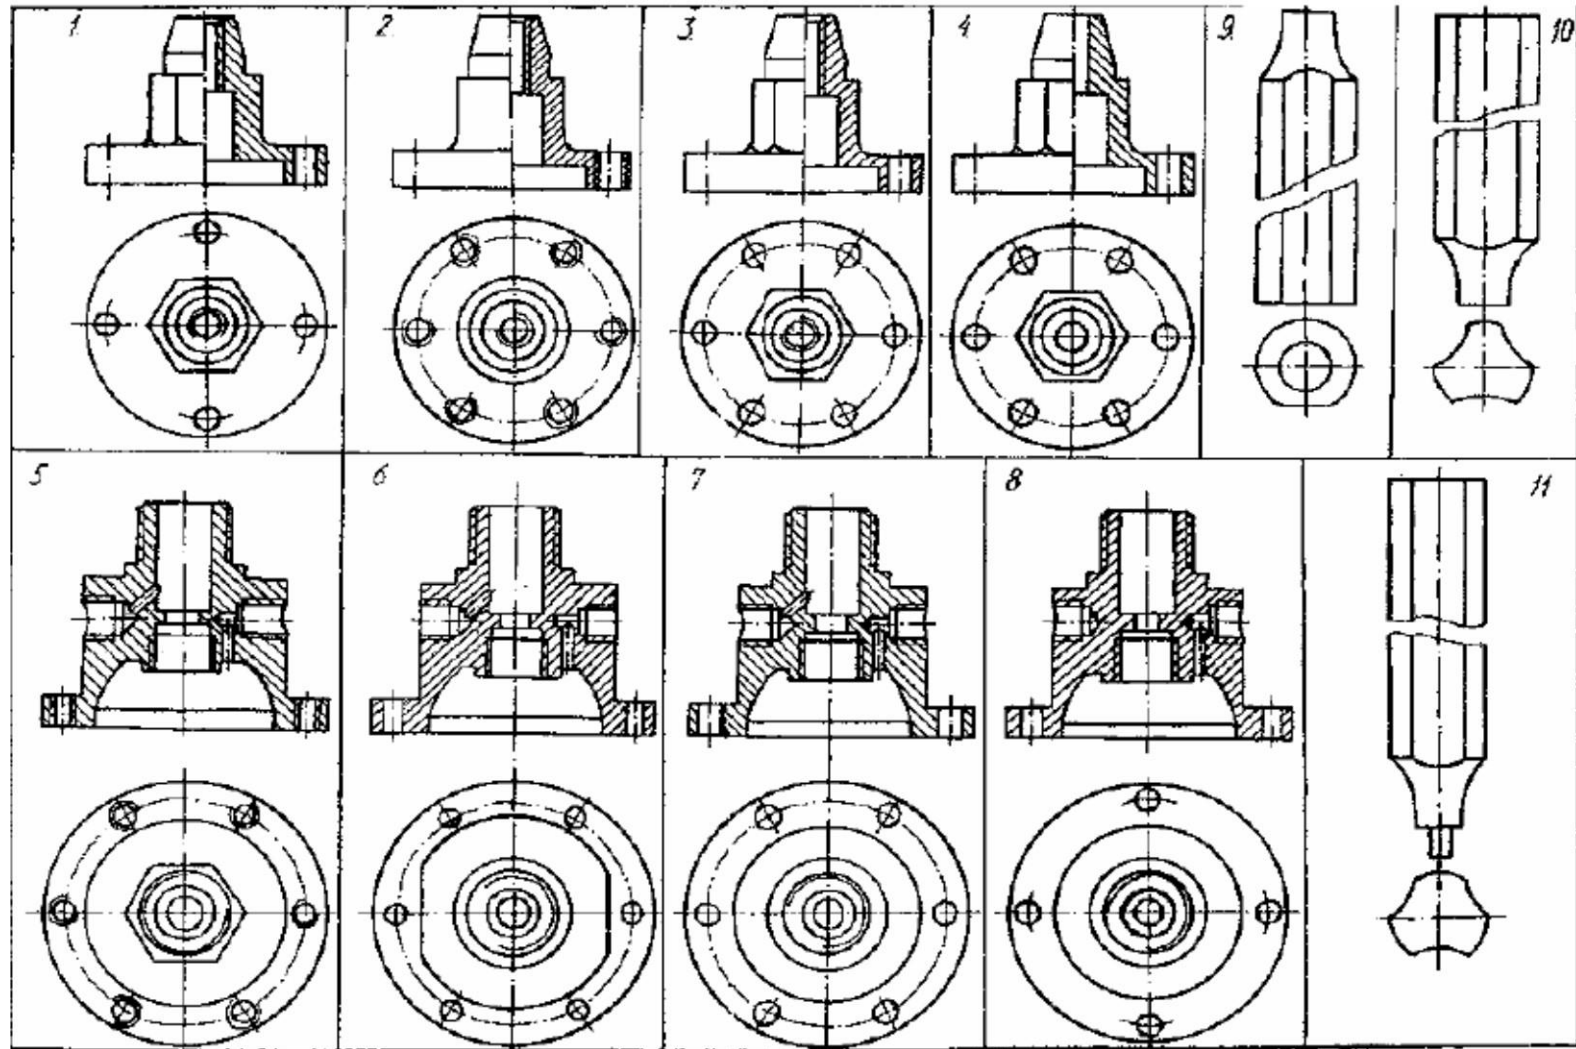

Рисунок 5.4
Инструкция: тест состоит из 24 вопросов. На его выполнение отводится 60 минут. Чтобы ответить на вопросы, приведенные в таблице 5.1, необходимо внимательно изучить чертёж общего вида пневмоклапана (рисунок 5.1) и ознакомиться с его спецификацией (таблица 5.2). Выяснить принцип работы этого изделия. Предложенные задания рекомендуется выполнять по порядку. Отвечая на вопросы № 22, № 23, № 24 обратитесь так же к набору эскизов деталей (рисунок 5.4). Обратите внимание, что каждый эскиз детали имеет номер, следовательно, ответ должен соответствовать ему.
23.	На каком из изображений показана деталь позиции 18? (рис.5.4)
24.	На каком из изображений показана деталь позиции 9? (рис.5.4).